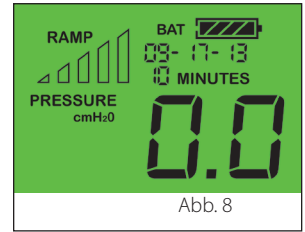

Abb. 8
- Nach etwa 10 s geht das **Z1** in den Standby-Modus über. Das Display zeigt 0.0 an. (Abb. 8)